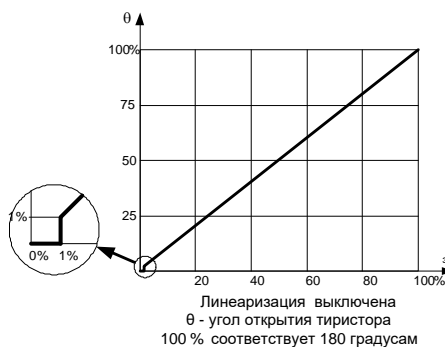

Рис. 6
Регулятор имеет три режима преобразования входного воздействия (вкл. функция LAP рис. 6 и 7);
- Без линеаризации - угол открытия прямо пропорционален входному воздействию (см. рис. 6)